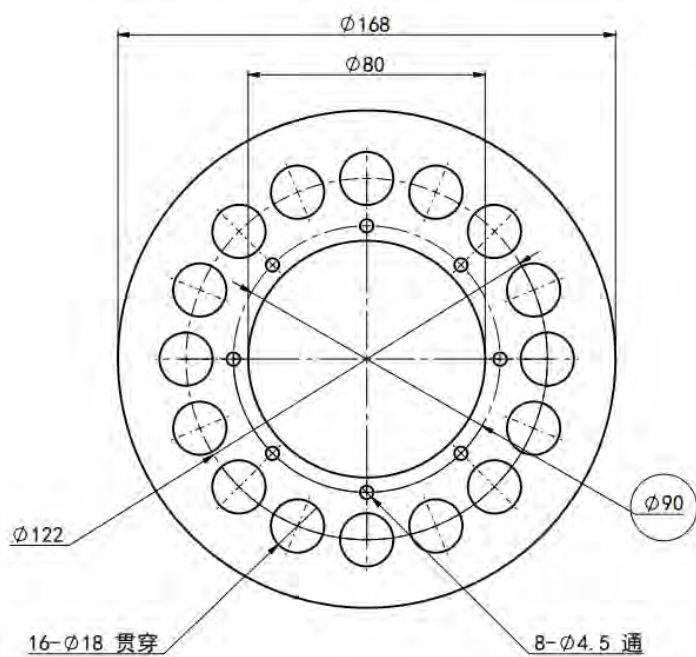

图 2 刹车片尺寸示意图
- 3、刹车片采用 65Mn 材质制造, 表面无锐边及毛刺, 盘面应采用用打磨片手工磨花, 增加摩擦系数。刹车垫片采用 Q235A 材质制造, 采用刚修处理, 表面应无毛刺及飞边。制造尺寸要求如图 2~3 所示。
- 3、编码器轴采用 45C 材质制造，表面无锐边及毛刺，且需磷化处理。制造尺寸要求如图 2 所示。